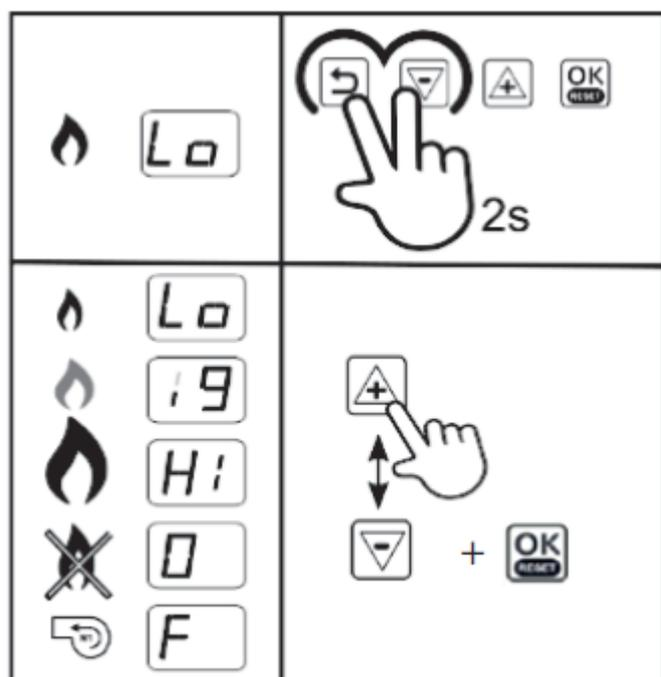

Fig. 18 Utilisation de l'écran tactile
1. Appuyer pendant quelques secondes sur les touches Retour et (-) (fig. 18). L'écran affiche alternativement les indications Lo et St, ce qui indique que l'aérotherme démarrera à la puissance minimale.
2. Appuyer sur les touches (+) et (-) pour sélectionner alternativement les puissances maximale et minimale (fig. 18).